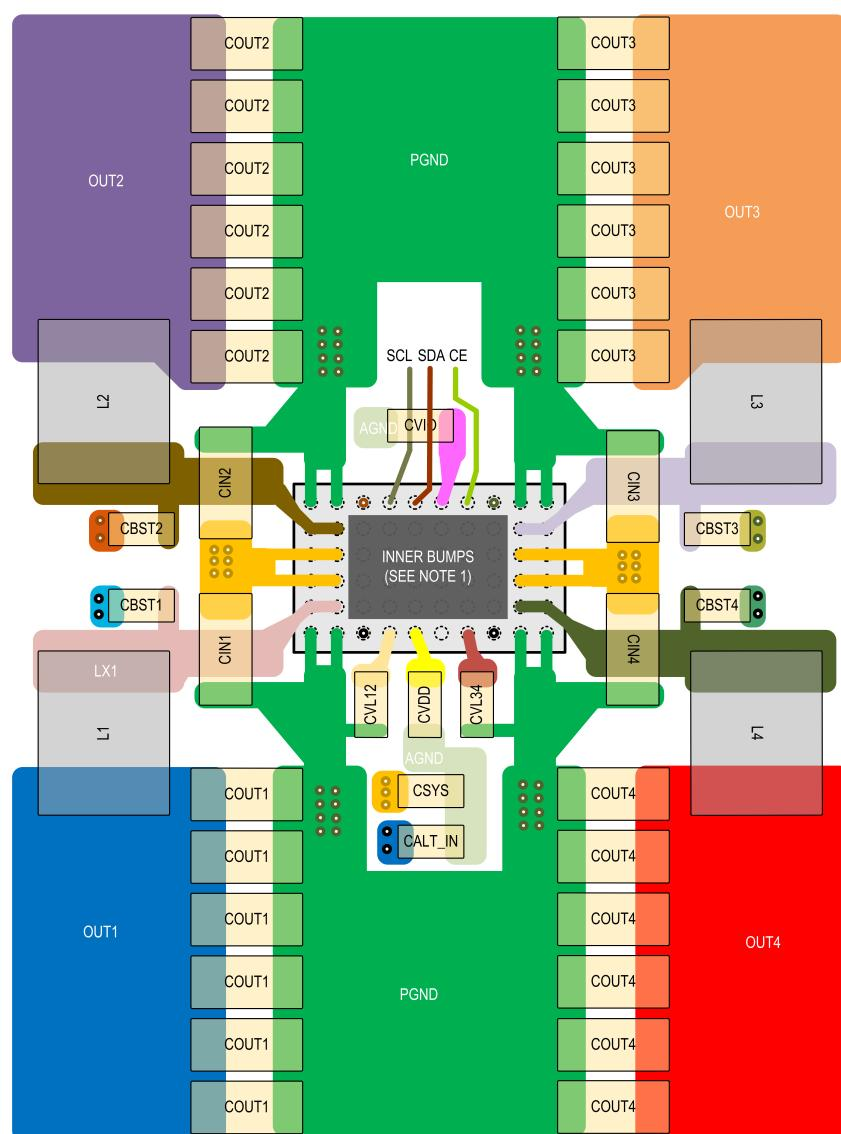

図 15. PCB レイアウトの例
- 電源部品を最初に配置し、その次に小型のアナログ制御信号部品を配置してください (図 15 を参照)。
- EMC を考慮して、入力コンデンサ ( $C_{IN}$ )、LX パターン、インダクタ (L)、そして出力コンデンサ ( $C_{OUT}$ ) から PGNDx ピンへと戻るパワーワークのループができるだけ小さくしてください。